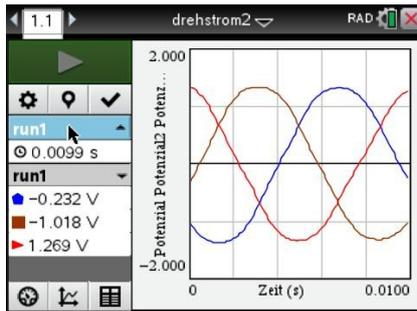

Bild 18.3
Die Messung wird gestartet und so lange wiederholt, bis sich eine Darstellung wie in Bild 18.3 ergibt.
1. Die drei Phasen und die gleichmäßige Phasenverschiebung von  $120^\circ$  sind gut zu erkennen (Bild 18.3).